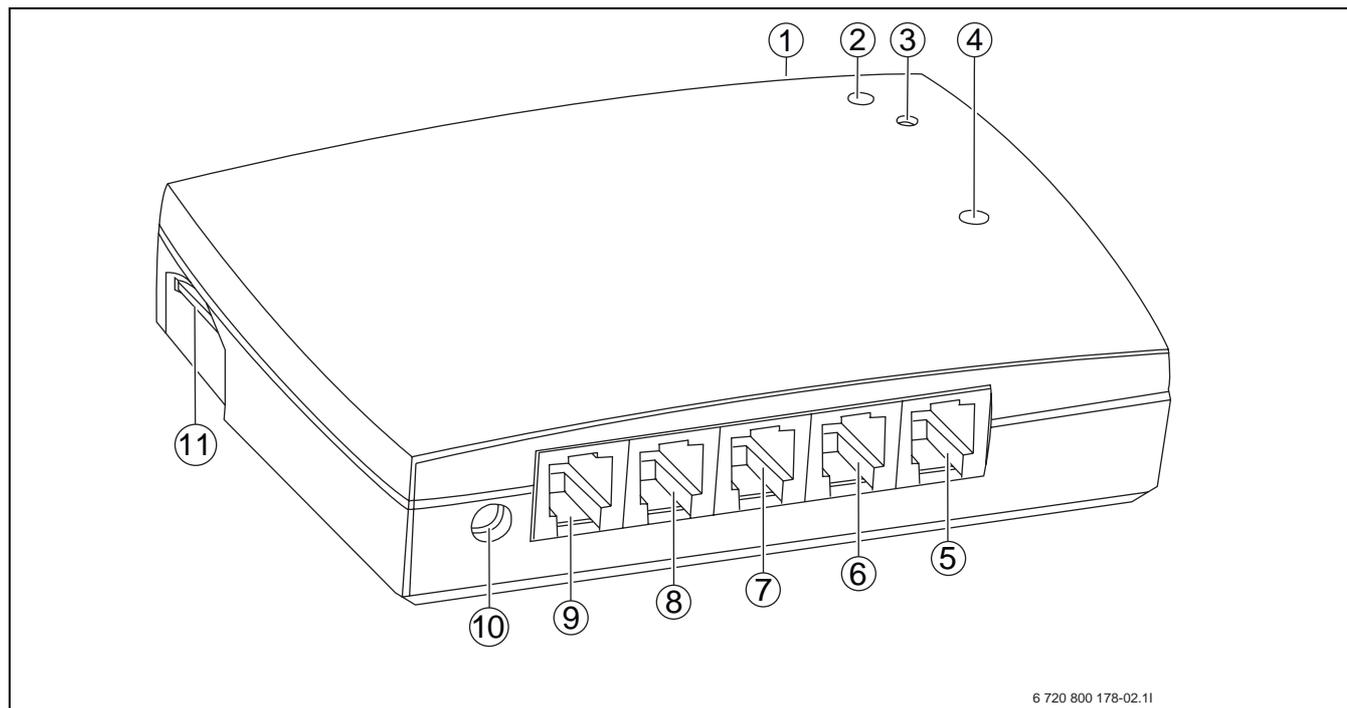

Fig. 20 GSM Control Unit oversigt
Den ene LED-lampe (→ [4] Fig. 20) på GSM Control Unit indikerer forskellig status for GSM Control Unit, afhængigt af hvordan lampen blinker. (→ Tab 36)
Når strømmen er tilsluttet tænder GSM Control Units gule LED-lampe (→ [4] Fig. 20) tilfældigt for derefter at slukke.
- ▶ Tryk på tilslutningsknappen → [3] Fig. 20) på GSM Control Unit til LED-lampen (→ [2] Fig. 20) lyser grønt
Tilslutningsknappen (→ [3] Fig. 20) kan også anvendes til at slukke GSM Control Unit.
- ▶ Hold knappen inde i 5 sekunder, LED-lampen (→ [2] Fig. 20) lyser derefter rødt, slip knappen.